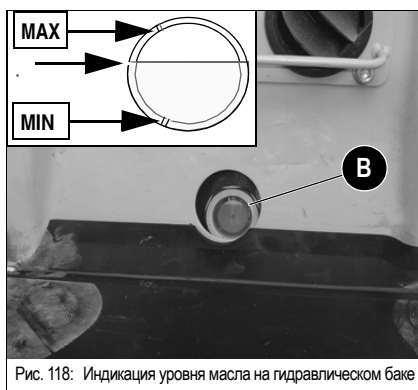

Рис. 118: Индикация уровня масла на гидравлическом баке
- Уровень масла должен примерно на 1 см быть выше середины между позицией **MIN** и **MAX**, в соответствии со стрелками на рис. 118.